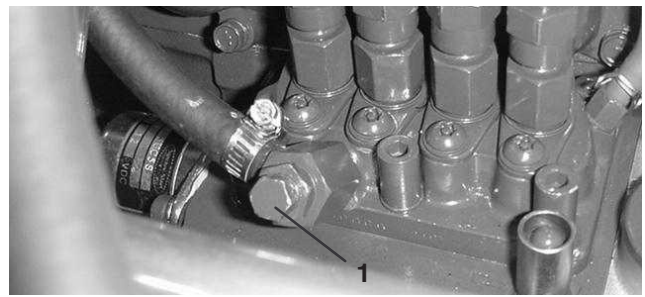

Figure 28
5. Desserrez la vis de purge sur la pompe d'injection (Fig. 28).